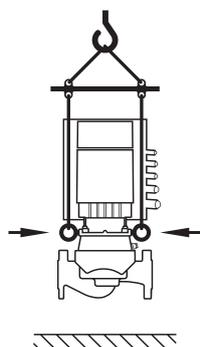

Fig. 8: Transporte da bomba
- **O transporte da bomba tem de ser efetuado através de meios de suporte de carga autorizados (p. ex., bloco de polias, grua, etc.). Estes devem ser fixados aos olhais de transporte existentes no flange do motor (Fig. 8, aqui representado: Direção de elevação com veio do motor na vertical).**